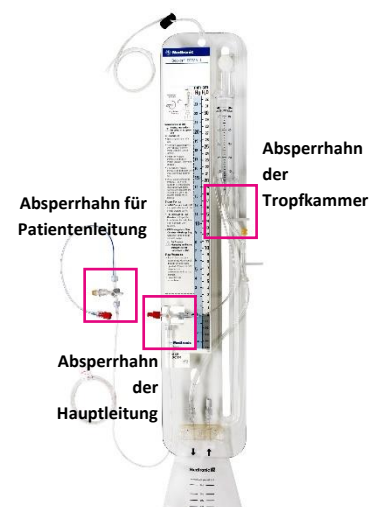

Abbildung 1
Medtronic hat Kundenbeschwerden erhalten, die über Risse und/oder Undichtigkeiten an den Absperrhähnen der Becker und Exacta EDMS Geräte berichten. Bei diesen Produkten können sich die Absperrhähne je nach spezifischer Systemkonfiguration an drei verschiedenen Stellen im EDMS befinden (siehe Abbildung 1 für ein Beispiel eines Becker-Systems).
- Wenn das System während des Gebrauchs Risse oder Undichtigkeiten aufweist, ersetzen Sie es unter Verwendung steriler Techniken und senden Sie das beschädigte System an Medtronic zurück. Tritt die Undichtigkeit am Absperrhahn für die Patientenleitung auf (siehe Abbildung 1), sollte bei der Koordinierung des Austauschs die Anbringung einer Schlauchklemme oder einer anderen Klemme an der proximalen Patientenleitung in Betracht gezogen werden, wenn der Verschluss der Patientenleitung keine Gefahr für den Patienten darstellt.